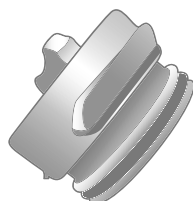

Рис. 9
- Для удобства стопорные кнопки коллекторов имеют разный цвет. Установите фильтрующий модуль КЗ и сервисную заглушку (рис. 9, 10а) в порядке, указанном в таблице 1.